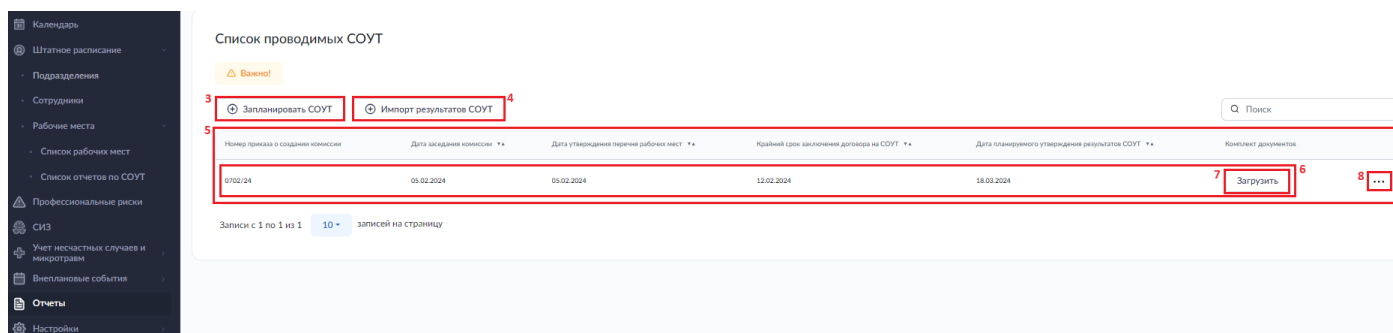
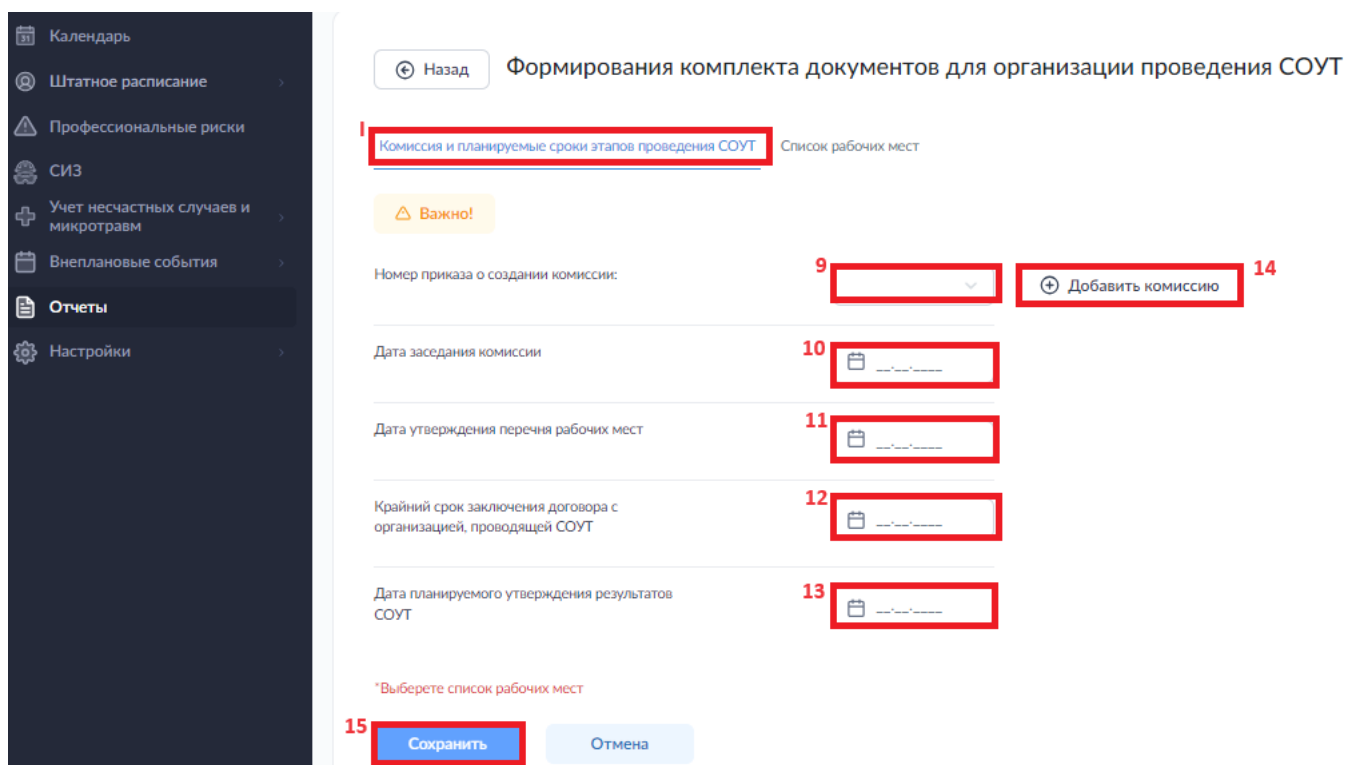
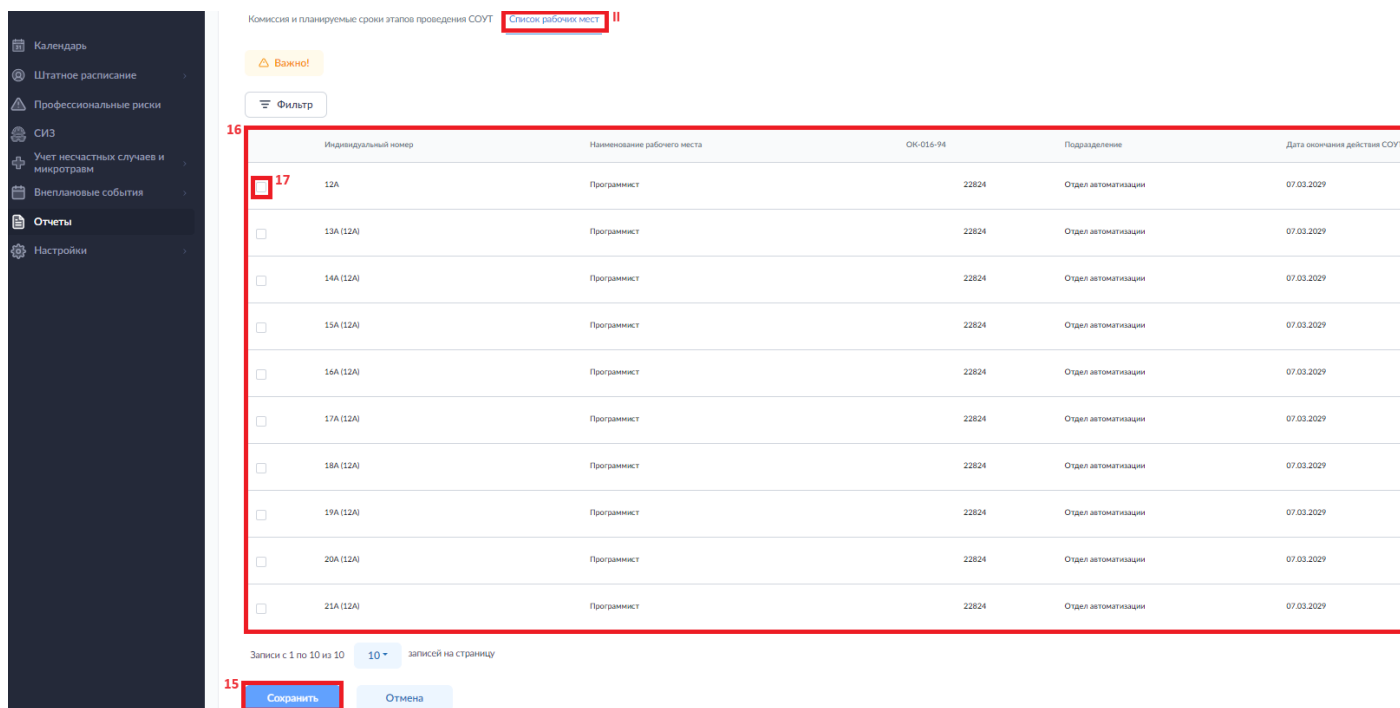

Рисунок 126. Раздел «Отчеты». Подраздел «СОУТ».
Рисунок 127. Раздел «Отчеты». Подраздел «СОУТ». Окно формирования комплекта документов для организации проведения СОУТ. Вкладка I.
Рисунок 128. Раздел «Отчеты». Подраздел «СОУТ». Окно формирования комплекта документов для организации проведения СОУТ. Вкладка II.
В открывшемся окне (рис. 126), для того чтобы сформировать новый Комплект документов для организации проведения СОУТ необходимо нажать на кнопку «Запланировать СОУТ» (3); в открывшемся окне (рис. 127) на вкладке (I) «Комиссия и планируемые сроки этапов проведения СОУТ» – выбрать приказ о создании комиссии (9), указать даты: заседания комиссии (10), утверждения перечня рабочих мест (11), крайнего срока заключения договора на проведение СОУТ (12), планируемую дату утверждения результатов (13); на вкладке (II) «Список рабочих мест» (рис. 128) – в таблице (16) выбрать из списка флажками (17) рабочие места, на которых планируется проведение СОУТ и нажать на кнопку «Сохранить» (15).